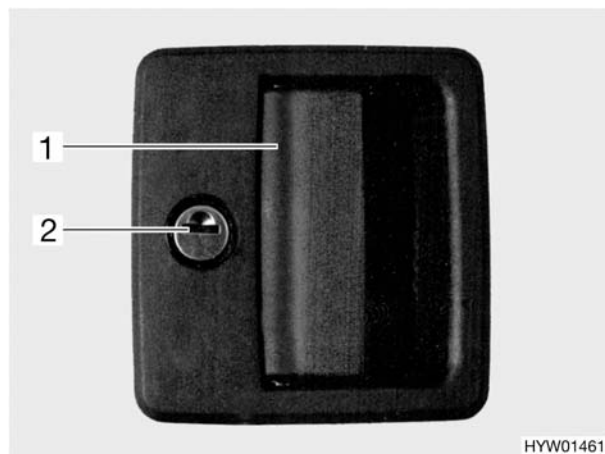

Fig. 14 Serratura della porta di ingresso, lato esterno
- Inserire la chiave nel cilindro della serratura (Fig. 14,2) e girare in senso orario, fino a quando la serratura della porta si sblocca.
- Aprire la porta tirando la maniglia (Fig. 14,1).
- Inserire la chiave nel cilindro della serratura (Fig. 14,2) e girare in senso antiorario, fino a quando la serratura della porta si blocca.